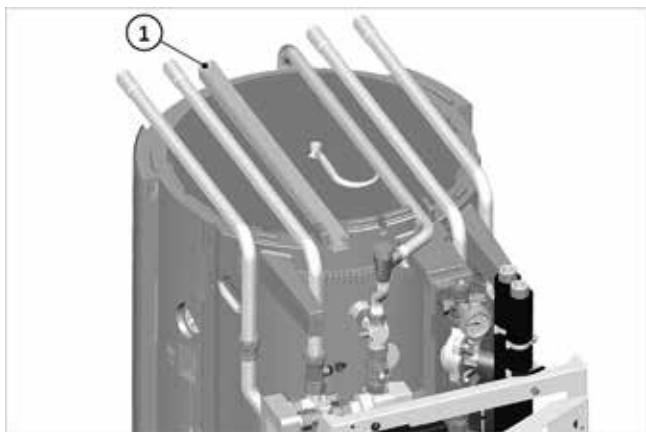

Fig. 44 : goulotte de câble
1. Faire sortir le câble Modbus du boîtier de raccordement à travers la goulotte de câble → fig. 44 (1) dans la zone du couvercle.